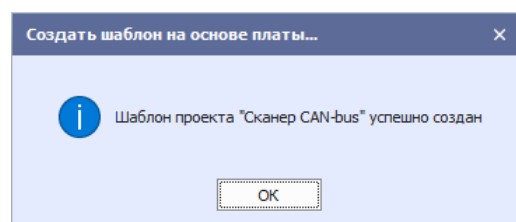

Рис. 130 Завершение процесса создания шаблона платы
8. В информационном окне о завершении процесса создания шаблона платы нажмите «ОК», Рис. 130.